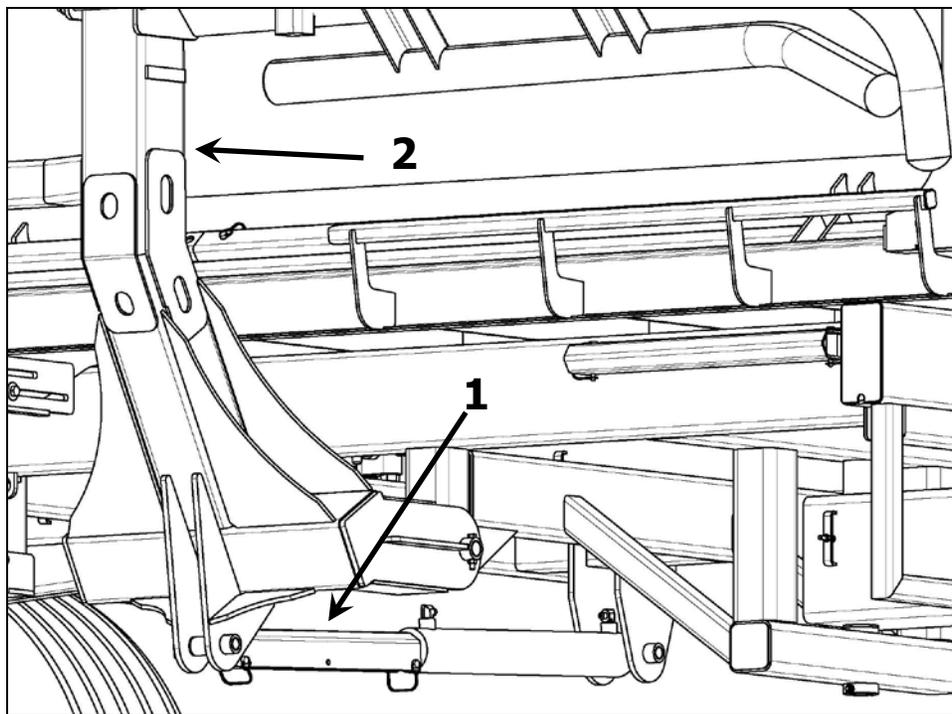

Figure 3.1 Fixation du bras de chargement
Il est important de mettre la barre de retient en U (1) sur le cylindre du bras de chargement (2) en position relever pour éviter que celui-ci se déplace pendant le transport (voir Figure 3.1). Placez les goupilles dans les trous.